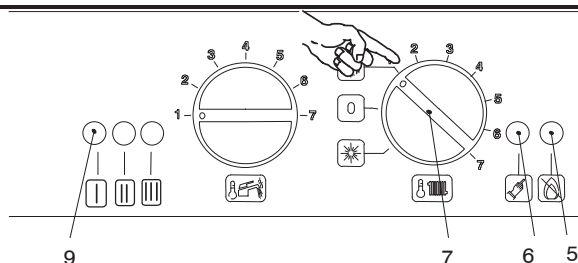

Fig. 6.3
13. Turn the function selector 7 as in Fig. 6.3. The appliance operation light 9 will flash every 2 seconds.
13. Переместите переключатель 7 в положение, как указано на рис. 6.3. Индикатор работы котла 9 будет моргать каждые 2 секунды.
To reset the boiler press and release the boiler reset button 6 (Fig. 6.3).
Чтобы перезапустить котел, нажмите и отпустите кнопку разблокировки 6 (рис.6.3)